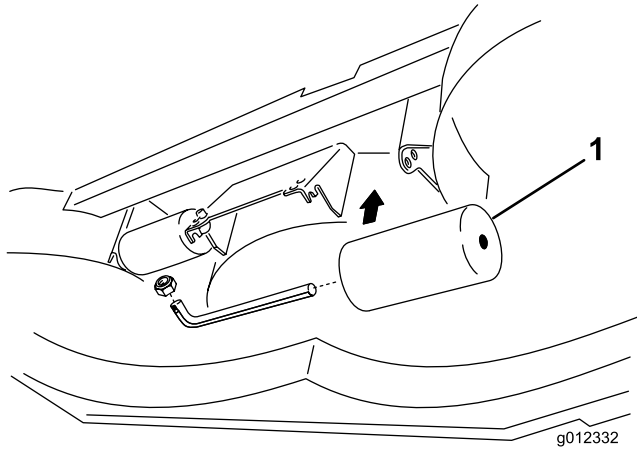

Figura 12
- Para ajustar los rodillos traseros (internos) (Figura 12).